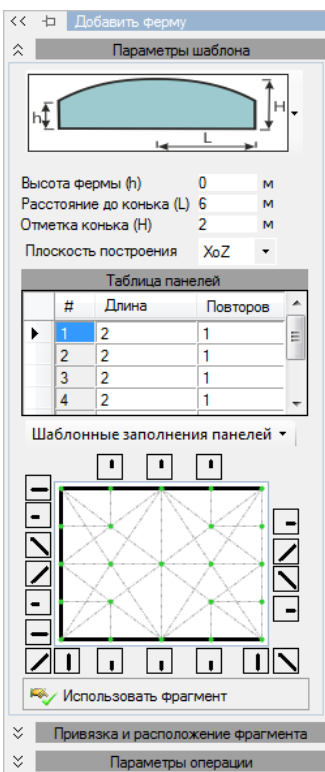

Рис. 137. Задание параметров панели № 1
- Используя **Шаблон для рисования панелей**, создайте шаблон вручную (рис. 137).